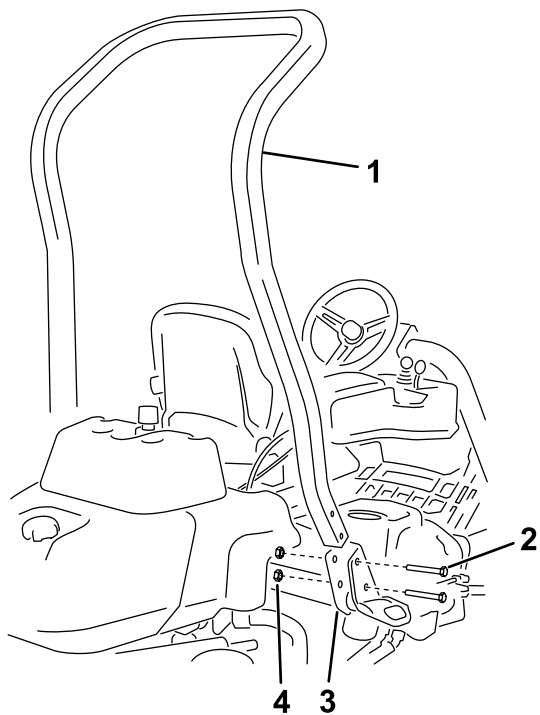

图 3
3. 如 图 3 所示用 4 个螺栓  $\frac{1}{2} \times 3\frac{3}{4}$  英寸和 4 个凸缘螺母  $\frac{1}{2}$  英寸将翻车保护杆安装到机器两侧的 ROPS 支架上。